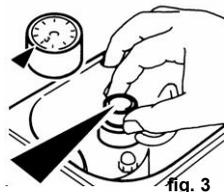

fig. 3
- Chiudere completamente la vite per la regolazione dell'aria girando in senso orario (posizione "0") per poi riaprirla sul valore desiderato (lettura del valore dal lato uscita, vedere fig. 3).